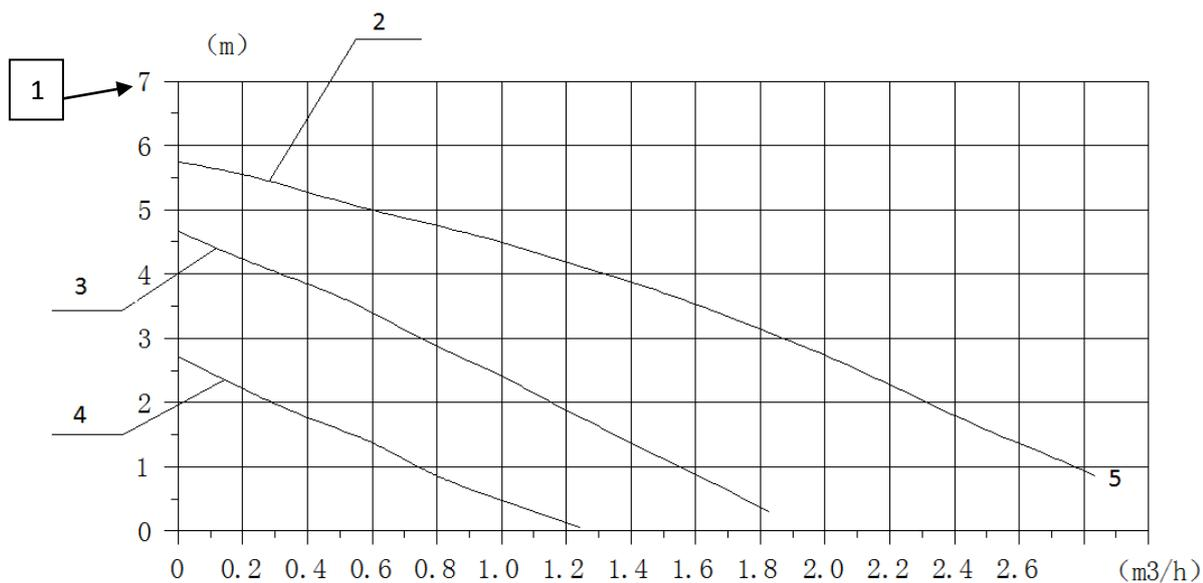

Рис.3
3.7 Диаграмма характеристик циркуляционного насоса (рис. 3)